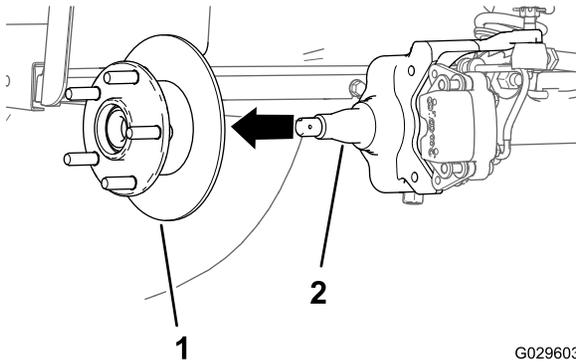

Bild 30
- Nehmen Sie die Spindelmutter von der Spindel ab und trennen die Radnabe und den Drehzylinder von der Spindel ab (Bild 29 und Bild 30).